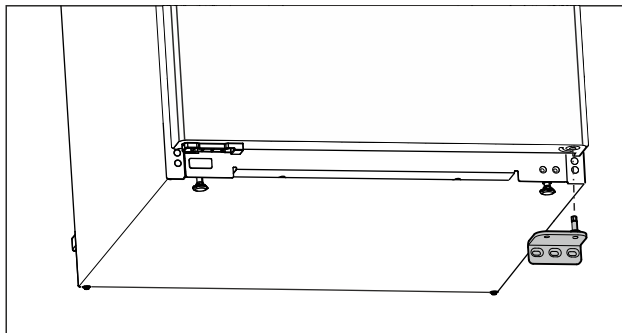

Fig. 11
- Skinite ležajno postolje prema dolje. (pogledajte Fig. 11)